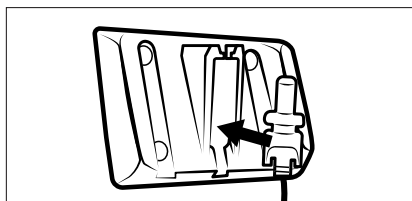

Fig. 4
- 1) Introduceți conectorul-tată **11** al adaptorului de rețea **10** în suportul pentru perete **18** (a se vedea fig. 4). Fixați conectorul-tată **11** rotindu-l.